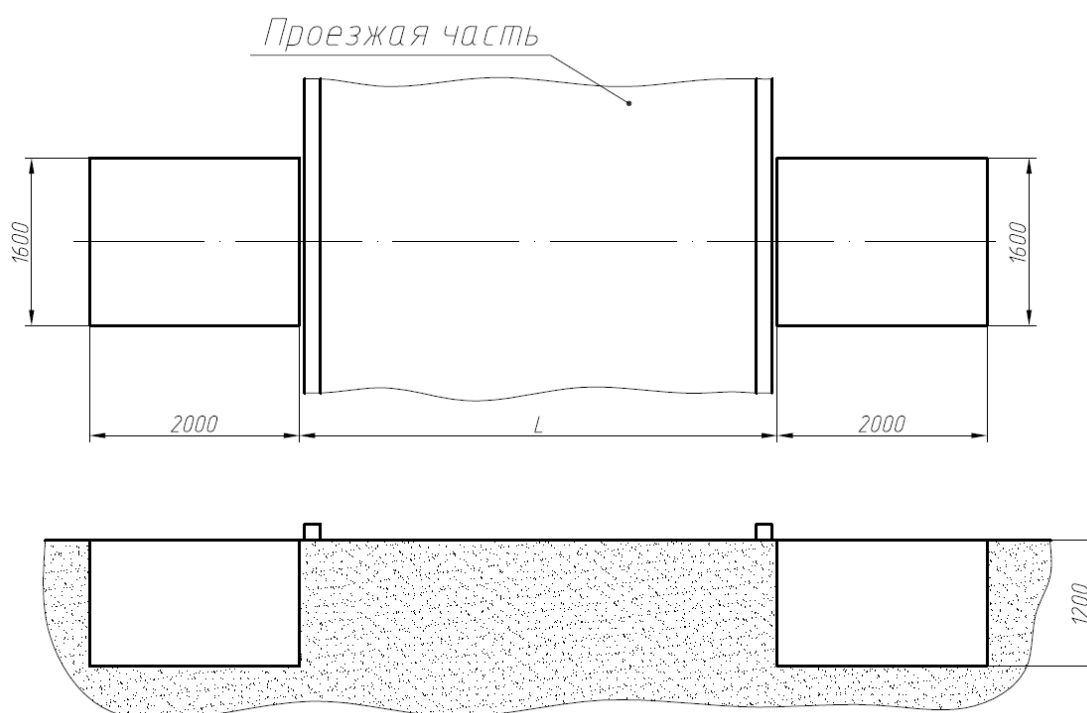

рис.1
1.1.1 Произвести разметку в месте установки шлагбаума (рис.1). Минимальные размеры котлованов приведены в таблице №1. Размеры котлованов можно корректировать исходя из возможностей установки на местности сохраняя общий объем бетона, но не менее 1400x1400 мм по плоскости.